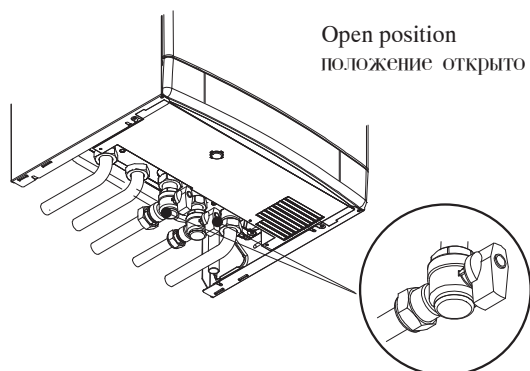

Fig. 6.1
2. Open the gas cock 14 (Fig. 6.1) on the appliance and check the gas connector on the appliance for leaks.
2. Откройте газовый кран 14 (рис. 6.1) на устройстве и проверьте подключение на отсутствие утечек.
2. Open the cold water inlet cock 13 (Fig. 6.1).
2. Откройте кран подачи холодной воды 13 (рис. 6.1).